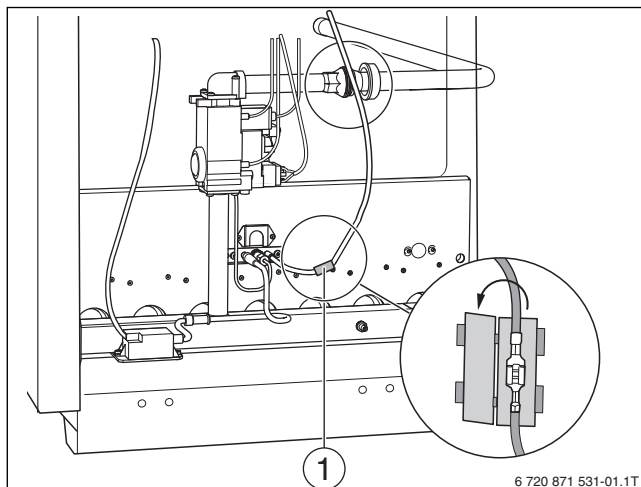

Рис. 52 Демонтаж кабеля ионизации от электрода ионизации
- ▶ Удалите защиту от прикосновения (→ Рис. 52, [1]).